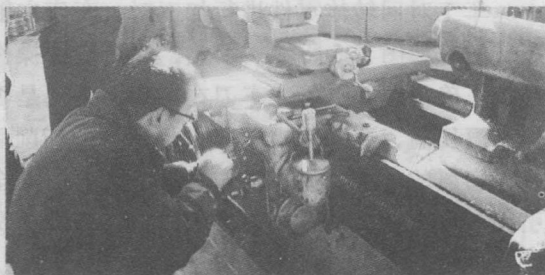

图 1-9 电工修理 CA6140 车床
4) 电是各种设备运行的能源, 各种设备应有可靠的保护接零或保护接地, 防止意外。使用移动照明灯的电源电压要小于 36V, 灯泡要有专用防护罩, 防止灯泡损坏后电极外露引起触电事故。若用电设备出现故障, 车工不能擅自处理, 应逐级报告, 由维修电工、钳工进行电路及机械部分的维修, 如图 1-9 所示。